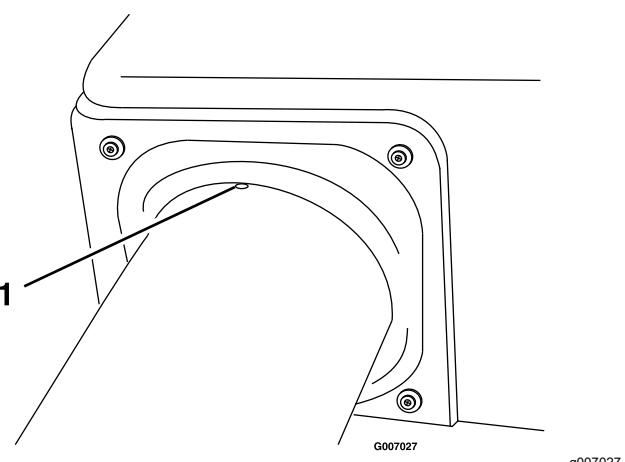

Figura 16
7. Alinee el resalte del tubo superior con el extremo de la junta de la tolva y céntrelo entre los 2 tornillos (**Figura 16**).